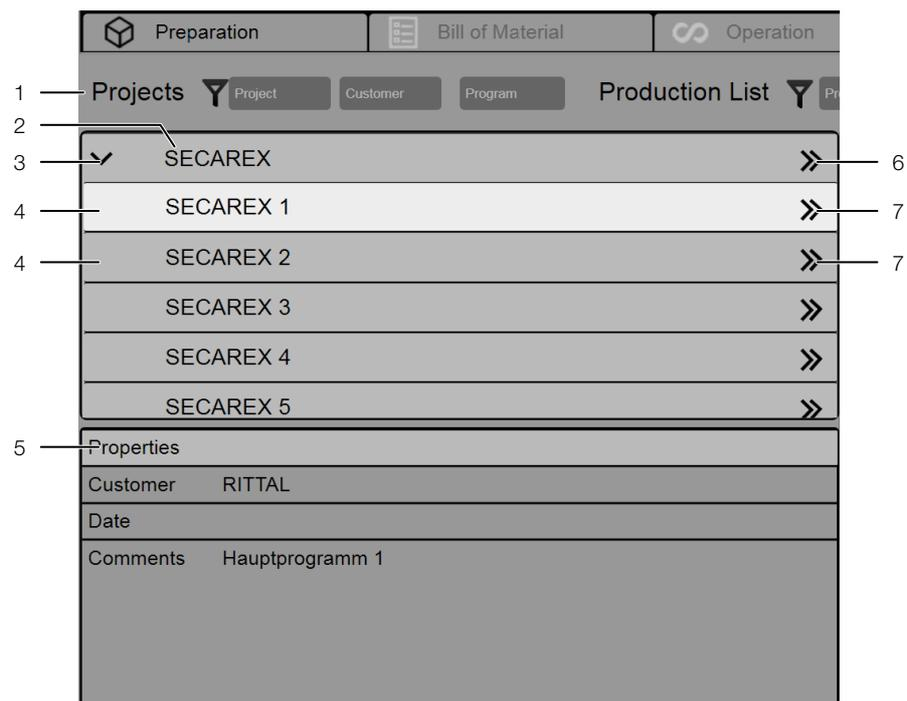

Fig. 8: Scheda «Preparazione» - Progetti
- Premere il pulsante «>>» (fig. 8, pos. 6) dietro il nome del progetto.
- Premere il pulsante «>» (fig. 8, pos. 3) prima del nome del progetto.
- Premere il pulsante «>>» (fig. 8, pos. 7) dopo il nome del progetto principale desiderato.
Ogni volta che si preme un pulsante «>>» (fig. 8, pos. 7), i pezzi vengono (di nuovo) aggiunti alla lista di produzione. In questo modo è possibile combinare i pezzi dei diversi programmi principali in una unica lista di produzione.